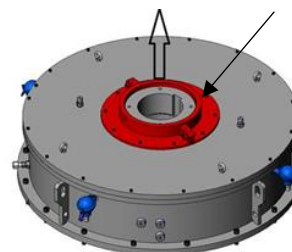

Figura 4.2: Dispositivo de traba radial
3. Remover el dispositivo de traba conforme muestra la Figura 4.2;